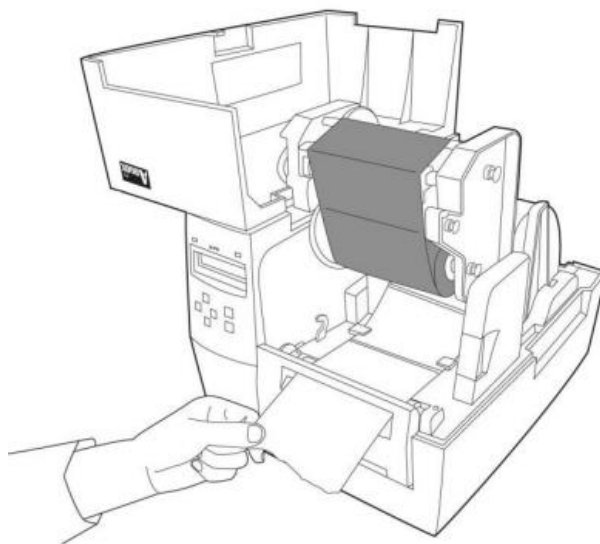

Рисунок 12
6. Протяните конец с носителем (лентой) через валик. (Рис. 12)